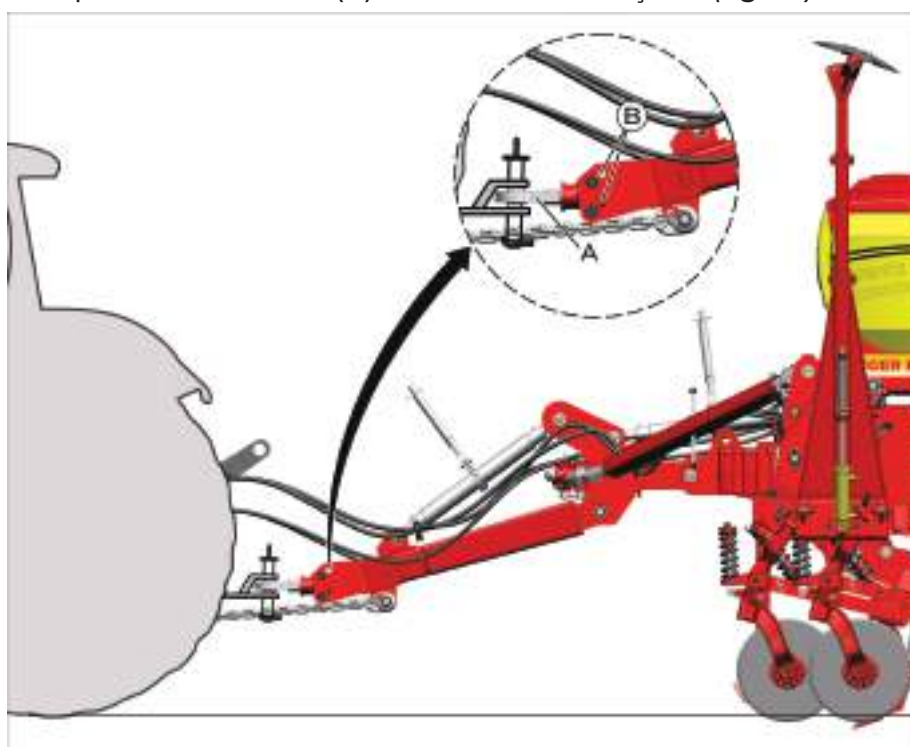

fig. 27
Se necessário, realize o ajuste na altura do engate do cabeçalho (A), adequando este na altura da barra de tração do trator por meio dos furos (B) existentes no cabeçalho (fig. 27).